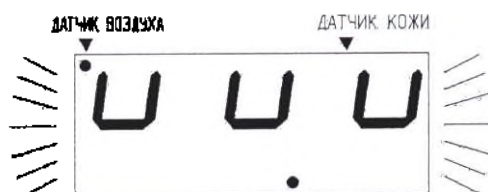

Рисунок 8
1.4.9 Инкубатор с регулированием по температуре воздуха при неисправности датчика воздуха или некорректных значениях измеренной температуры включает непрерывный звуковой сигнал, который можно временно отключить на 15 минут. При этом индикатор датчика воздуха светится красным цветом. На индикаторе регулируемой температуры символы **888** отображаются красным цветом с частотой мерцания 1 Гц (рисунок 8). Нагреватели выключаются. Повторное включение нагревателей возможно только после устранения неисправности.